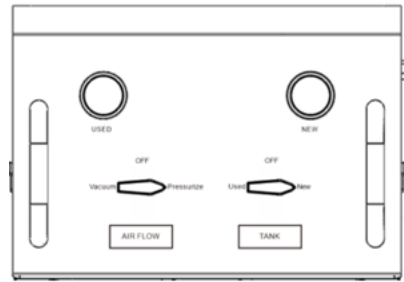

Fig 11.
2. En el panel gire la valvula izquierda "AIR FLOW" a posicion "Pressurize", valvula derecha "TANK" a posicion "New" (Fig.11), abra las valvulas en ambas mangueras (Fig.12), y luego abra la valvula de aire taller para iniciar el intercambio de refrigerante (durante el proceso, puede girar la valvula izquierda "AIR FLOW" a "Vacuum" y la valvula derecha "TANK" a "Used" para eliminar las burbujas de aire en el sistema de enfriador);